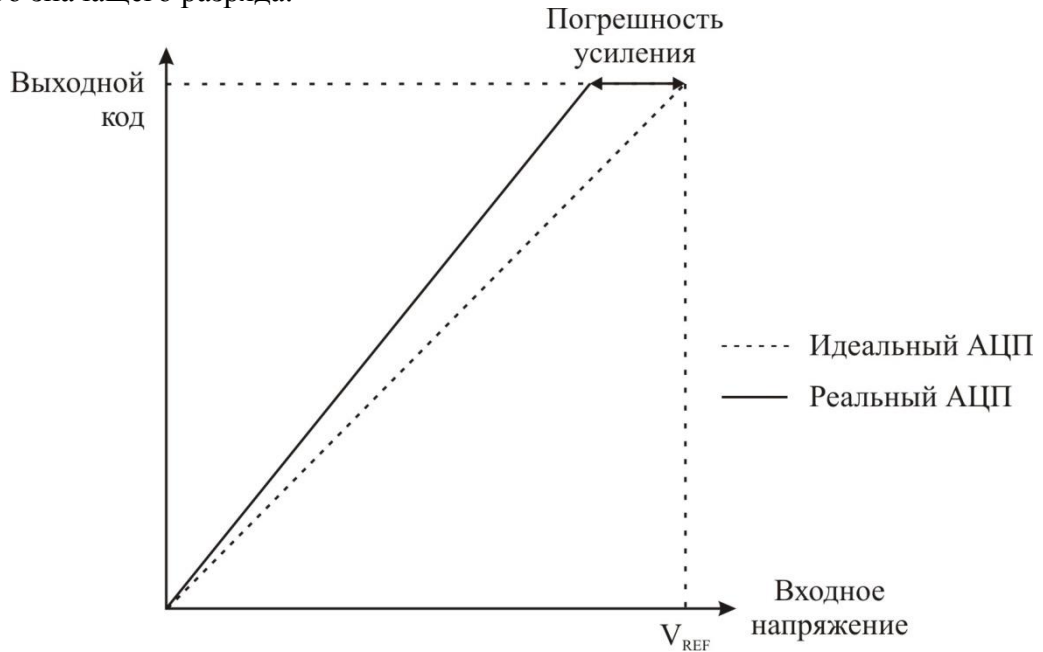

Рисунок 3.117 – Погрешность усиления
2. Погрешность усиления (рисунок 3.117). После корректировки смещения погрешность усиления определяется как отклонение последнего перехода (с $0x3FE$ на $0x3FF$) от идеального перехода (т. е. отклонение при максимальном значении 1,5 младшего значащего разряда ниже максимума). Идеальное значение: ноль.